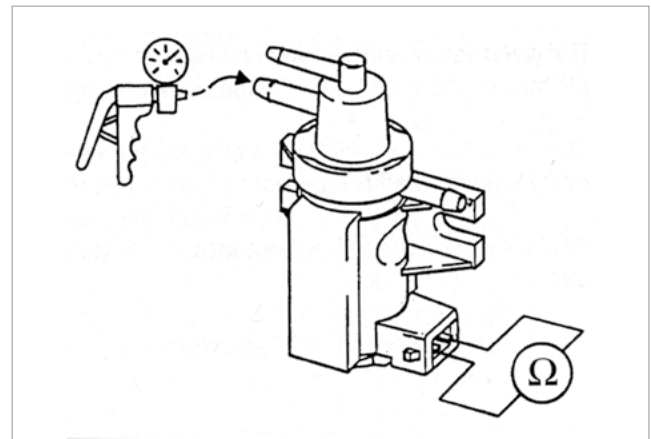

Fig. 6: Medir a resistência elétrica no transdutor de pressão
- Medir a resistência entre os contatos do transdutor de pressão (ver fig. 6). Valor nominal: 11 - 18 Ω